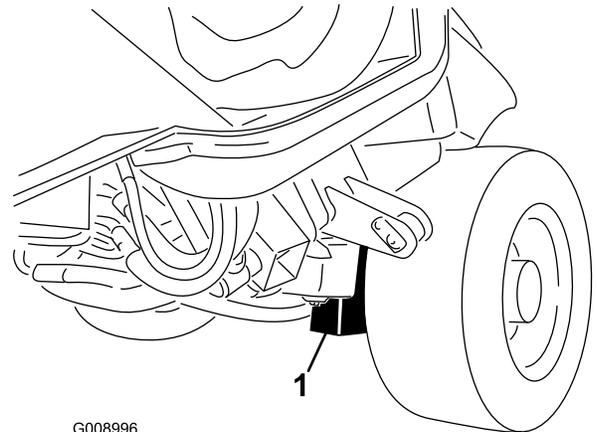

Figure 72
**Avant de la machine** – sur le cadre, à l'intérieur de chaque roue motrice (Figure 72).